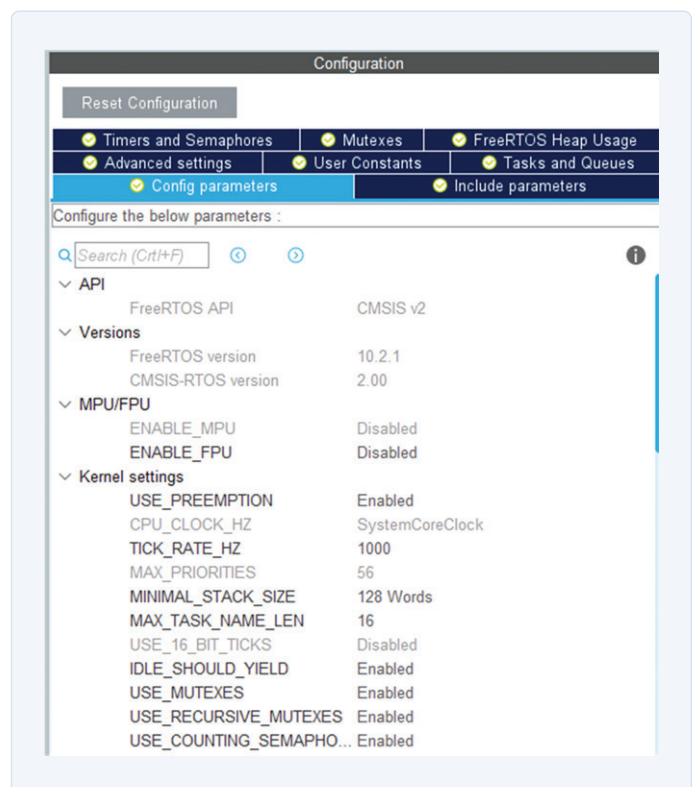

Figure 3. Pour les paramètres de configuration, accepter les valeurs par défaut.
- De nombreux paramètres peuvent être configurés sous l'onglet *Configuration*. Leur utilisation nécessite une bonne connaissance de FreeRTOS. Dans ce projet de démonstration, toutes les valeurs par défaut conviennent (voir fig. 3).